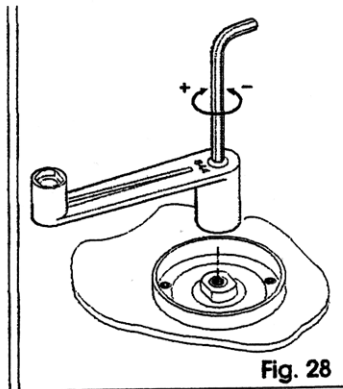

Fig. 28
- 3) Utrzymać zablokowany wał silnika przy pomocy dźwigni z wyposażenia i regulować śrubą regulacji sprzęgła jak na rys.28.